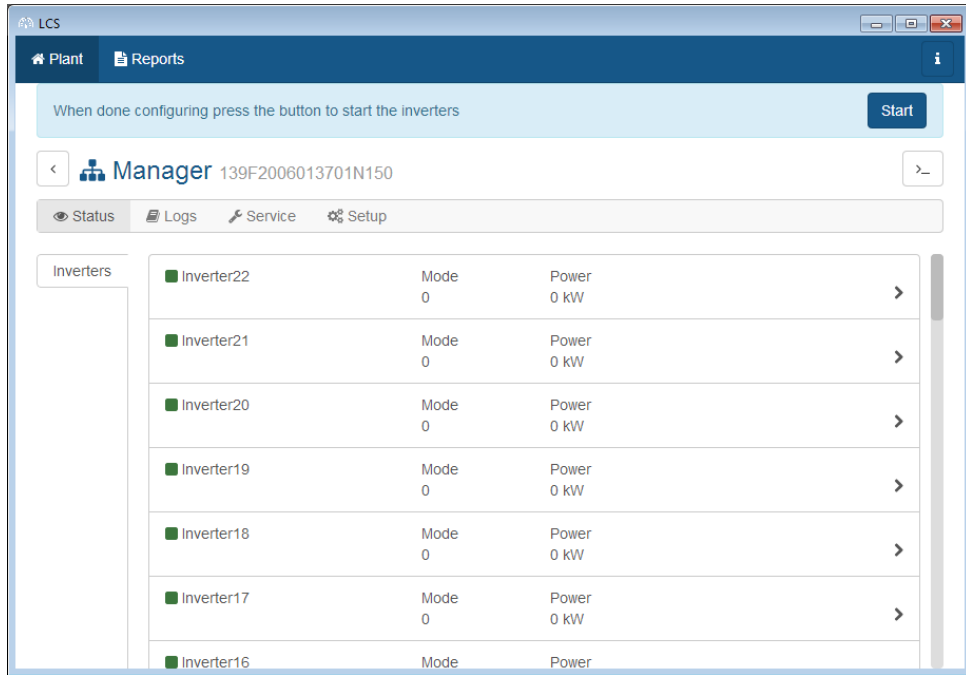

Ilustración 3.9 Herramienta LCS: lista de todos los inversores conectados al gestor de inversores
9. Un recuadro verde identifica los inversores puestos en marcha. No obstante, los inversores no se conectan a la red hasta que no se les envía un comando de «Inicio» desde la barra que hay debajo del menú superior. Consulte *Ilustración 3.9*.